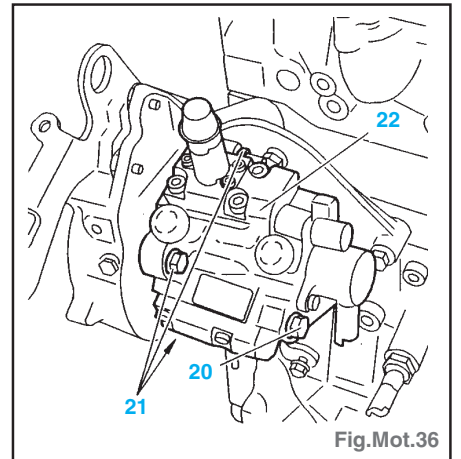

Fig.Mot.36
- Déposer l'écrou (19) et le pignon (18).
- Déposer les 3 vis (21), la vis (20) et la pompe haute pression (22) (Fig.Mot.36).